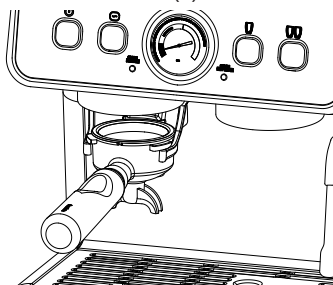

Fig. 6
3. Comme le montre la figure 6, placez le porte-filtre (12) avec un filtre 1 tasse (13) ou un filtre 2 tasses (14) dans la sortie de mouture (5).